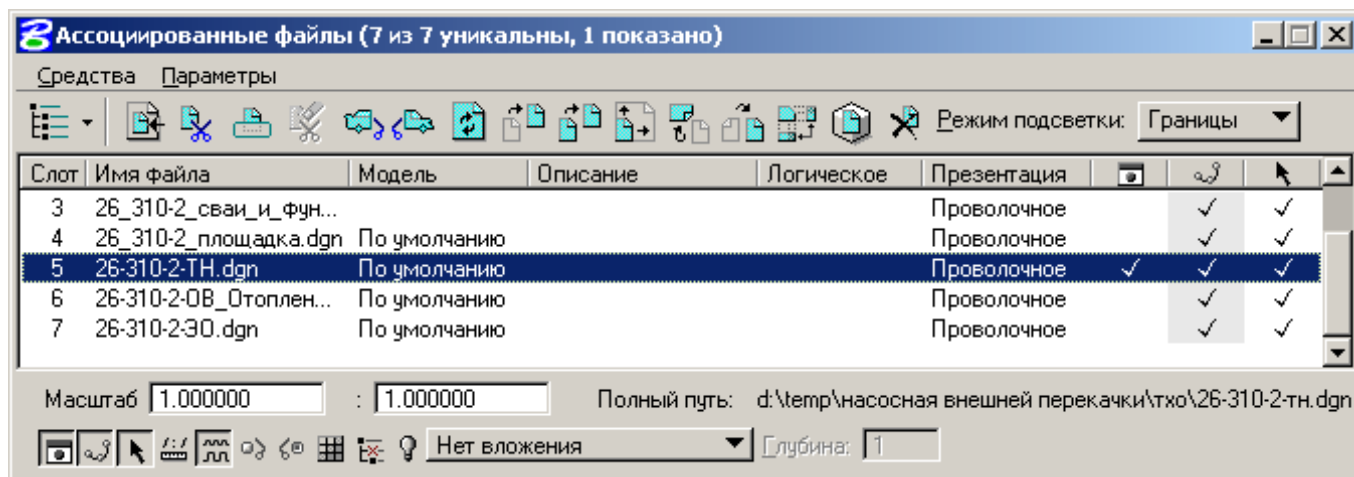

Рисунок 1
- Через падающее меню *Файл\Ассоциированные файлы* вызвать диалоговое окно *Ассоциированные файлы* (Рисунок 1).